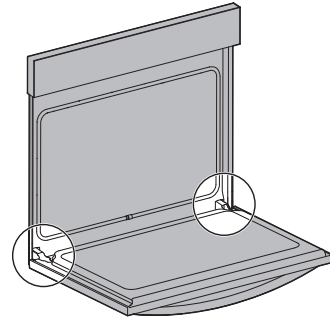

Figure 9: Emplacement de la charnière de la porte
1. Ouvrez complètement la porte du four, parallèlement au sol (Figure 9).
3. Ouvrez complètement la porte du four (parallèlement au sol (Figure 9).
4. Poussez les verrous des charnières de droite et de gauche vers le haut et dans le cadre du four jusqu'à ce qu'ils soient en position verrouillée (Figure 9).